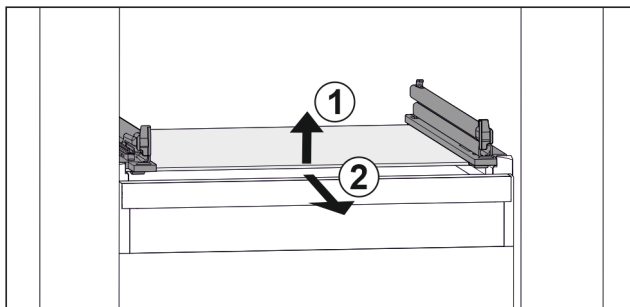

Fig. 155 Rappresentazione esemplificativa del ripiano in vetro
- Sollevare il ripiano in vetro dal davanti. Fig. 155 (1)
- Rimuovere il ripiano in vetro tirando in avanti. Fig. 155 (2)